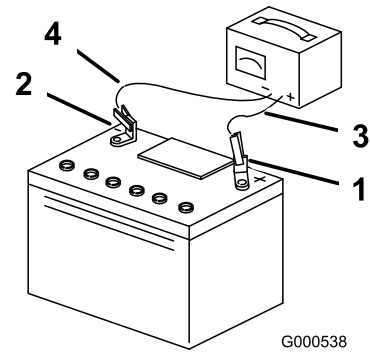

図 55
4. 充電が終わったら、チャージャのプラグをコンセントから抜いてから、チャージャのリード線をバッテリー端子から外す（図 55）。